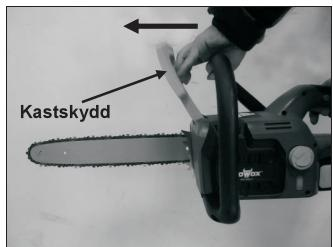

Bild 9
**⚠️ WARNING:** Om det uppstår en nödsituation under driften, tryck handskyddet framåt för din personliga säkerhet. (Bild 9)